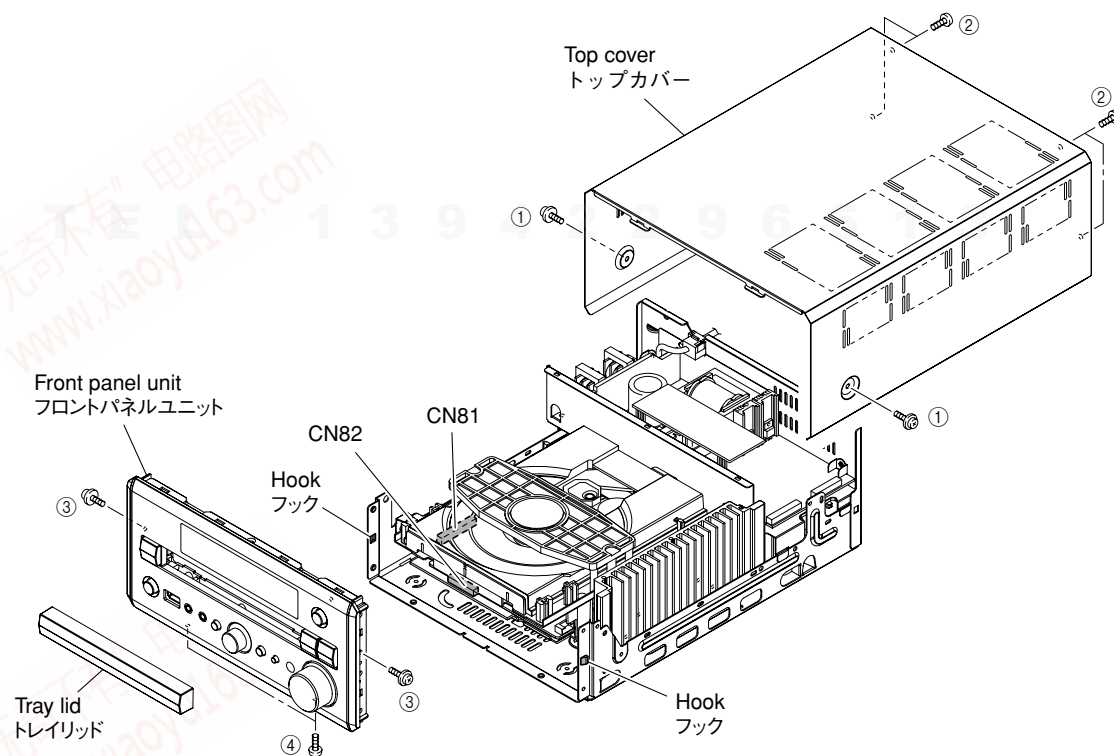

Fig. 1
- Remove 2 screws (①) and 4 screws (②). (Fig. 1)
- Slide the top cover rearward to remove it. (Fig. 1)
- Remove the tray lid and close the tray. (Fig. 1)
- Remove 2 screws (③) and 2 screws (④). (Fig. 1)
- Remove CN81. (Fig. 1)
- Remove 2 hooks and then slide the front panel unit forward. (Fig. 1)
- Remove CN82. (Fig. 1)
- ①のネジ2本、②のネジ4本を外します。(Fig. 1)
- トップカバーを後方へスライドさせ取り外します。(Fig. 1)
- トレイリッドを外し、トレイを閉じます。(Fig. 1)
- ③のネジ2本、④のネジ2本を外します。(Fig. 1)
- CN81を外します。(Fig. 1)
- フック2箇所を外し、フロントパネルユニットを前方へ引き出します。(Fig. 1)
- CN82を外します。(Fig. 1)